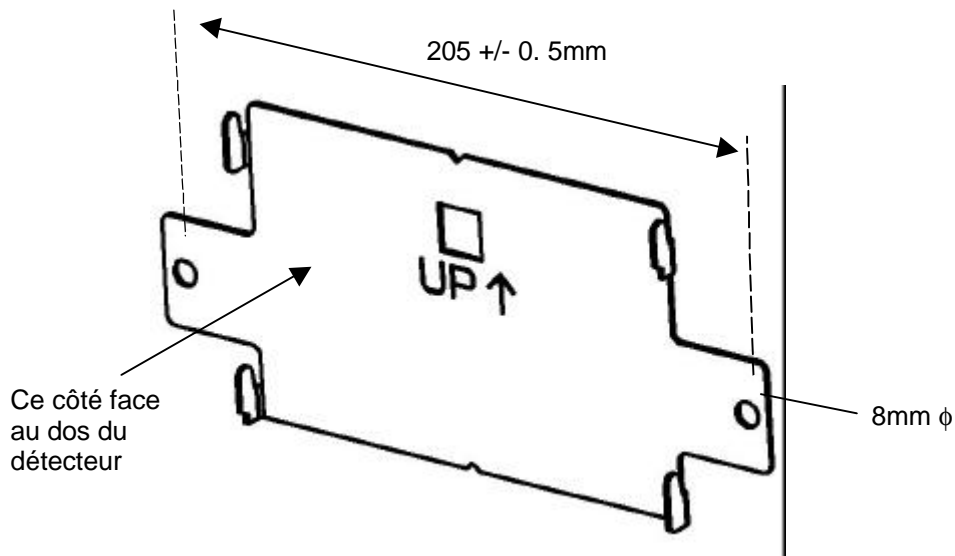

Figure 12 Position des trous de fixation et l'orientation de la plaque
- a) Placer la plaque sur le mur et tracer l'emplacement des trous de fixation. Se référer à la Figure 12 pour les dimensions. Employer un niveau pour vérifier que la plaque est horizontale.